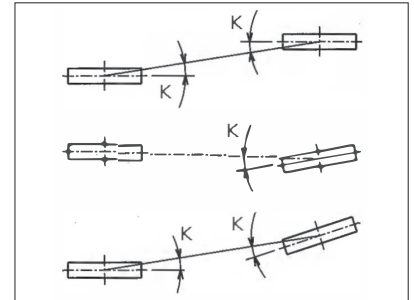

図4 ブリーの平行
① ファン側ブリーとモーター側ブリーの平行度は、下表および図 4 の内容を満足するようにセットしてください。